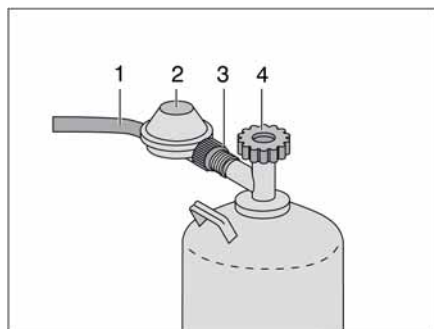

Bild 206 Anslutning gasflaska
- Stäng huvudavstängningsventilen (Bild 206,4) på gasflaskan. Beakta pilriktningen.
- Håll fast gstryckregulatorn (Bild 206,2) och lossa muttern (Bild 206,3) (vänstergänga).
- Tag bort gstryckregulatorn med gasslangen (Bild 206,1) från gasflaskan.
- Sätt gstryckregulatorn (Bild 206,2) med gasslangen (Bild 206,1) mot gasflaskan och dra åt muttern (Bild 206,3) för hand (vänstergänga).